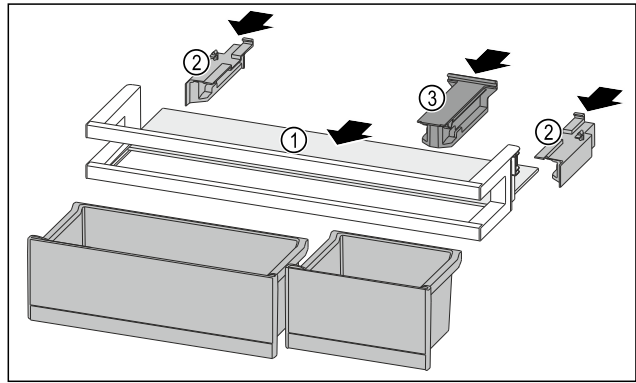

Fig. 135
- ▶ Tolja be a tárolólapot Fig. 135 (1) az oldalsó bemarásokba.
- ▶ Helyezze be az oldalsó részeket Fig. 135 (2).
- ▶ Helyezze be a tartóelemet Fig. 135 (3).